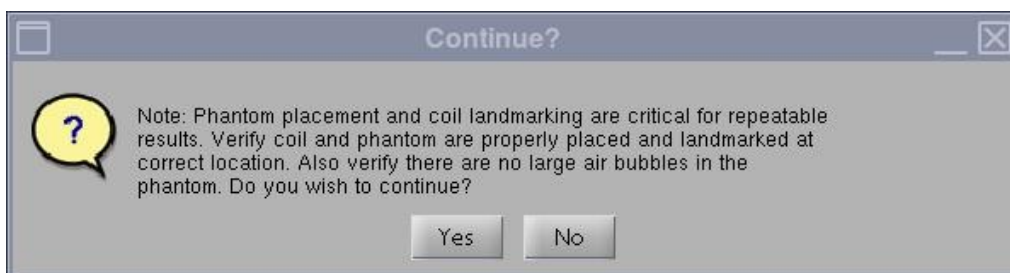

Рис.4
3. После запуска будет выведено сообщение Phantom placement and coil landmarking are critical for repeatable results (Расположение фантома и регистрация положения катушки по ориентиру важны для получения воспроизводимых результатов). Если ориентир был установлен правильно, а в фантоме нет пузырьков воздуха, нажмите кнопку **[Yes]** (Да), чтобы продолжить. (См. Рис.4).